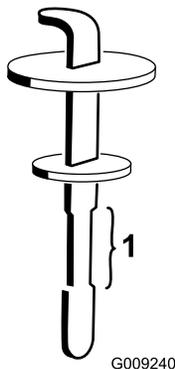

Figura 131
- Retire la varilla del cuello de llenado y límpiela con un paño limpio. Inserte la varilla en el cuello de llenado; luego retírela y compruebe el nivel del fluido (Figura 131).